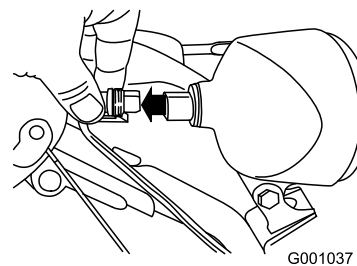

Figura52
1. Scoateți conectorul conductorului din partea din spate a farului (Figura52).